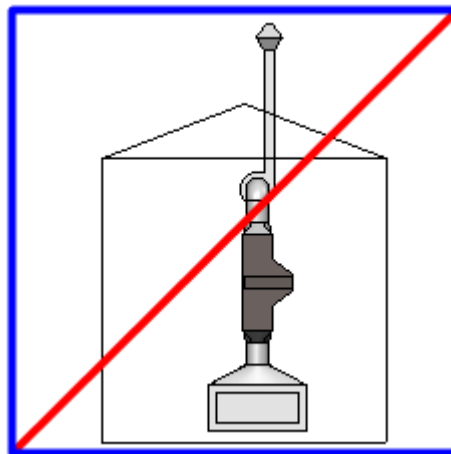

РИС. 4. ЗАПРЕЩЕНО РАСПОЛАГАТЬ ОБОРУДОВАНИЕ В ВЕРТИКАЛЬНОМ ПОЛОЖЕНИИ
- в вертикальном положении (Рис. 4);